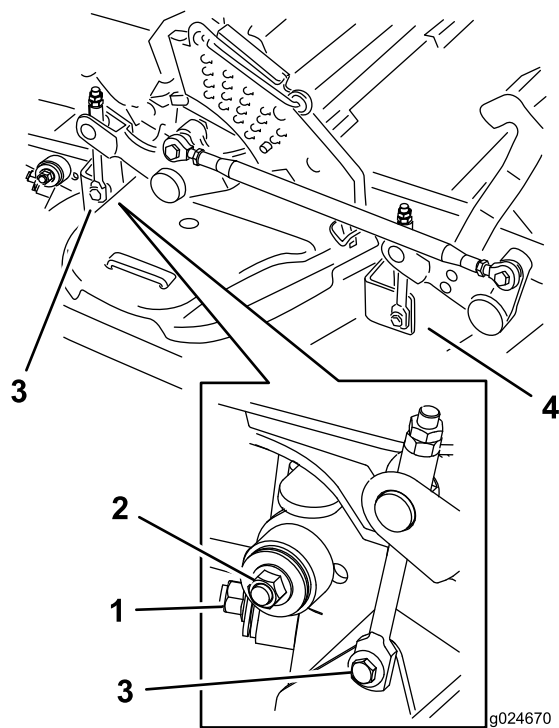

Figura 121
7. Retire e guarde as ferragens em ambos os lados da plataforma, como se mostra na Figura 121.